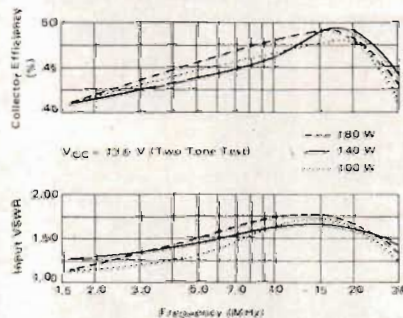

Fig 8. Input VSWR och kollektorverkningsgrad kontra frekvens.
Med denna typ av RC-nät kan man få en input VSWR på 2,0:1 eller lägre (fig 8), vilket anses tillräckligt för de flesta applikationer. Mer sofistikerade LRC-nät ger något bättre VSWR-värden, men är mer komplicerade och kräver ibland också individuella justeringar. Ytterligare uppgifter om konstruktion och optimering av dessa nät finns i referens (2).